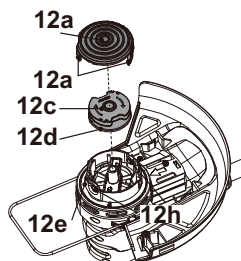

Fig. 23
3. Remova a bobina de aparar (12c) do invólucro (12e) (Fig. 23).